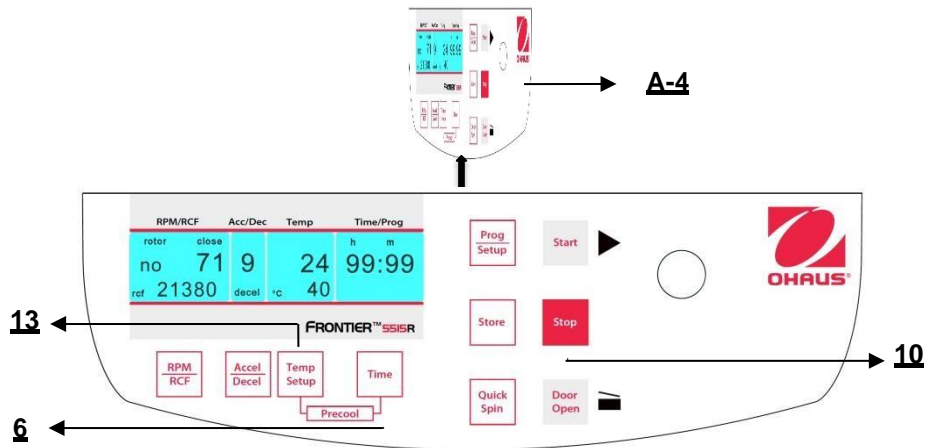

Abbildung. 20
Wenn die Proben temperaturempfindlich sind, ist es sinnvoll, die Zentrifuge, den Rotor und möglicherweise die Behälter auf die gewünschte Arbeitstemperatur vorzukühlen. Fügen Sie daher den gewünschten Rotor ein und stellen Sie die entsprechende Temperatur vorab ein. Durch gleichzeitiges Drücken der Tasten **"Temp/Setup"** (13) (siehe Abbildung 20) und **"Time"** (6) starten Sie den Durchlauf. Während des Betriebs wählt die Einheit automatisch eine Rotationsgeschwindigkeit, die 20% der zulässigen Rotationsgeschwindigkeit des entsprechenden Rotors entspricht. Nachdem die Vorstarttemperatur erreicht ist, können Sie den Vorkühldurchlauf mit der **"Stop"**- Taste (10) verlassen.